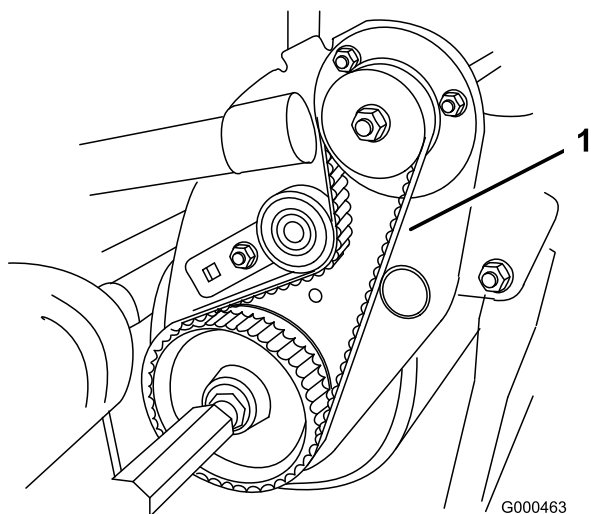

Figure 42
2. Contrôlez la tension de la courroie en exerçant une force de $2 \pm 0,5$ kg à mi-distance entre les poulies (Figure 42). La courroie doit présenter une flèche de 4,8 à 7,9 mm. Si ce n'est pas le cas, passez à l'étape suivante.